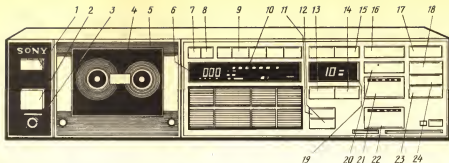
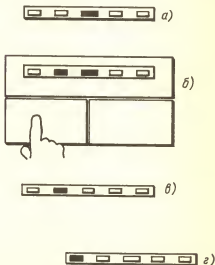
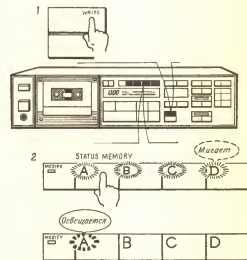

Рис. 2.10. Органы управления кассетной магнитофонной приставки TC-FX1010:
Рис. 2.11. Индикатор и клавиши регулировки баланса уровней записи левого и правого каналов:
Рис. 2.18. Органы управления магнитофонной приставкой TC-FX1010 в режиме ввода в память десяти параметров записи и воспроизведения
На примере данной модели представим потребительские свойства зарубежных магнитофонных приставок (рис. 2.10).
С помощью четырех клавиш (A, B, C, D, изображенных на рис. 2.18), клавиши памяти 9 (рис. 2.10) можно хранить параметры записи и воспроизведения, установленные с помощью клавиш 16 выбора типа ленты, клавиши 17 включения системы шумоподавления, клавиши 18 фильтра подавления пилот-тона на УКВ, клавиши 13 автоматической калибровки, клавиши 14 аттенуатора, клавиши 20 регулировки уровня записи, клавиши 21 регулировки баланса записи, клавиши 22 регулировки уровня выходного сигнала и громкости воспроизведения через головные телефоны, клавиши 23 включения звукового сигнала, сопровождающего коммутацию, и клавиши 24 баланса максимального выходного уровня. Для восстановления требуемого параметра следует нажать именно ту клавишу памяти, которая использовалась при запоминании. Нажатая клавиша будет подсвечиваться.
Уровень записи следует регулировать по индикаторам 10 максимального уровня сигнала и по индикатору 19 «Ослабление уровня записи». Для увеличения уровня записи нужно нажимать положительную сторону клавиши регулировки уровня записи, а для снижения — отрицательную. Клавиша 21 позволяет регулировать баланс уровней записи левого и правого каналов (рис. 2.11). (Здесь и далее в тексте до конца главы номера клавиш указаны в соответствии с рис. 2.10).
Питание включается при нажатии следующих клавиш: клавиши 1 «Сеть», клавиши 2 «Открытие кассетоприемника», функциональных клавиш 5, клавиши сброса счетчика 7, клавиши 8 «Память счетчика» или клавиши 9 «Память» (рис. 2.10). При включении питания освещаются все индикаторы, начинают мигать клавиша «Пауза» и индикатор 19 «Ослабление уровня записи», а счетчик ленты выполняет отсчет от 77 до 00, показывая, что устройство находится в режиме готовности. Как только устройство выйдет из режима готовности, будут функционировать клавиши 5, 8 и 9. Пока производится автоматическая настройка, не нажимайте клавиш «Запись» и «Воспроизведение».
1. Нажмите клавишу 2 (нумерация клавиш указана в соответствии с рис. 2.10) и вставьте кассету. При этом включается питание. Перед установкой кассеты выберите слабины ленты. Кассету следует вставлять лентой вниз.
Запись и воспроизведение с использованием электронной памяти. Магнитофонная приставка «ТС-FX1010» может запоминать и восстанавливать десять параметров записи и воспроизведения. Если эти параметры запоминаются с помощью одной из четырех клавиш 9 «Память» (рис. 2.10), то они могут быть восстановлены нажатием этой клавиши. Устройство может запомнить параметры, устанавливаемые с помощью десяти клавиш, показанных на рис. 2.17.
Прежде чем ввести необходимые параметры в память, их следует отрегулировать. После введения параметров в память их нельзя отменить или изменить, пока с помощью клавиш 9 «Память» (Status memory) не будут введены новые параметры (рис. 2.18). Для ввода параметров в память выполните следующие действия:
1. Нажмите клавишу 2 (номера указаны в соответствии с рис. 2.10) «Открытие кассетоприемника» и вставьте кассету.
Рассмотрим пример изменения некоторых параметров, введенных в память с помощью клавиши В. Нажмите клавишу В (рис. 2.18) для вызова параметров из памяти. Измените параметры, которые необходимо исправить. Индикатор 9 (Modify) освещается, показывая, что изменены некоторые из параметров, запомненных с помощью клавиш памяти. Индикатор останется освещенным, пока вновь не будет нажата любая из клавиш 9 «Память». Для восстановления первоначальных параметров опять нажмите клавишу В.
нажать клавишу 12 (см. рис. 2.10 и 2.18). Примерно в течение 3 с будет мигать клавиша памяти «А» и будут освещены клавиши параметров (см. рис. 2.17), запомненные с помощью клавиш А;
Рис. 2.17. Клавиши 10, с помощью которых параметры могут быть введены в память и вызваны из памяти для использования в режиме записи и воспроизведения. (См. также подрисующую подпись к рис. 2.10)
**Регулировка уровня записи.** Ее следует производить при контроле уровня входного сигнала источника с помощью индикаторов 10 максимального значения (см. рис. 2.10). Если уровень записи слишком высок, запись будет искажаться, а если он чересчур низок, в записи будут слышны шумы. Уровень записи должен устанавливаться как можно более высоким при условии устранения искажений. Этот уровень будет зависеть от типа применяемой магнитной ленты. После определения типа ленты диапазон выше уровня насыщения для данного типа ленты на индикаторе отображается красным цветом. Вообще говоря, уровень записи является наилучшим, когда при наибольшем уровне сигнала индикатор показывает уровень, достигающий начального участка, оранжевого красным цветом.